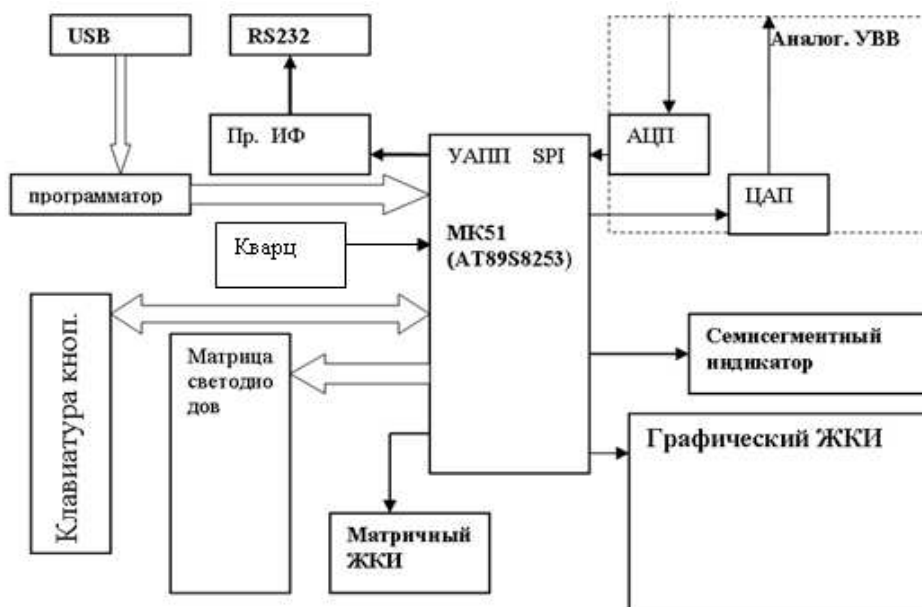

Рис. 2. Структурная схема основных узлов платы развития
Плата EASY8051B предназначена для исследования работы основных узлов цифровой системы передачи информации и управления. Структурная схема устройства приведена на рис. 2.
3.1. Рассмотрите основные узлы модуля развития, показанные на рис. 2.